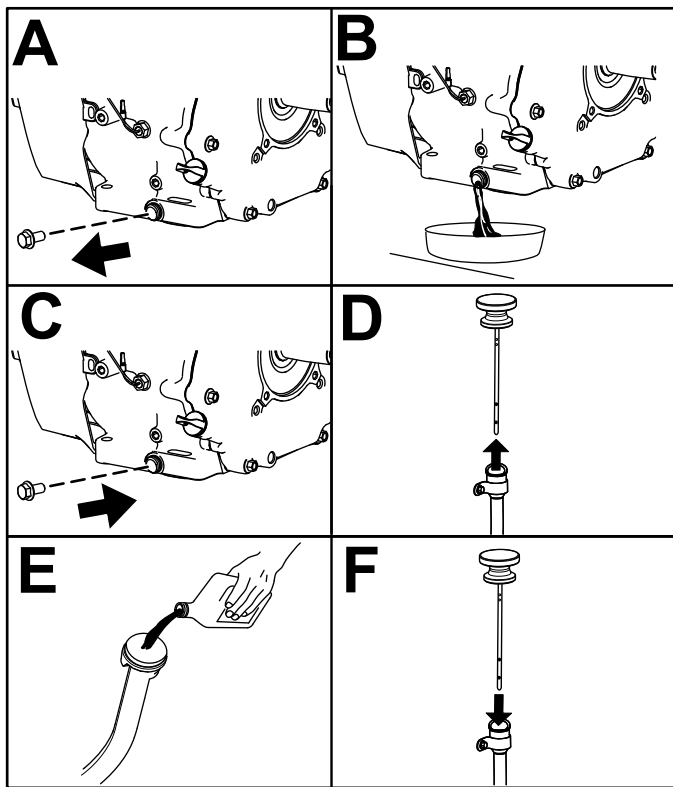

Figura 42
6. Cambie el aceite del motor como se muestra en Figura 42.